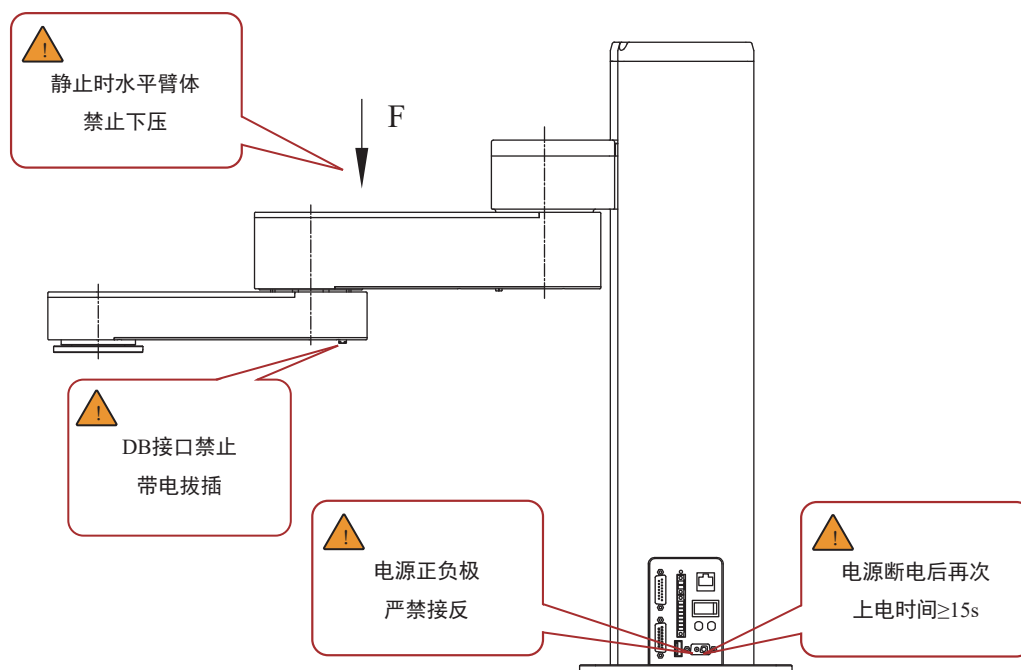

图 10
5. 带电拔插，电源正负极接反警告（图10所示）
6. 断电静止时水平臂体不能下压（图10所示）